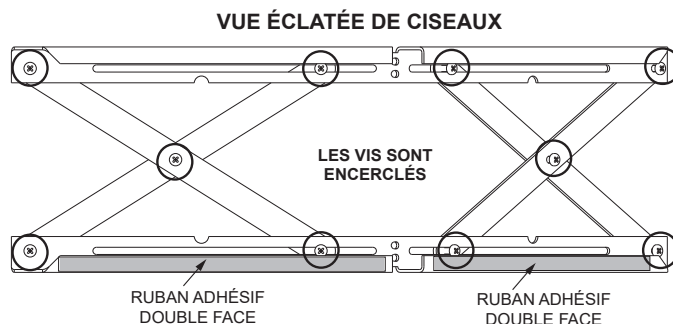

Figure 21.1
1. Les 10 vis de chaque mécanisme extensible sont fournies desserrées (**Figure 21.1**).